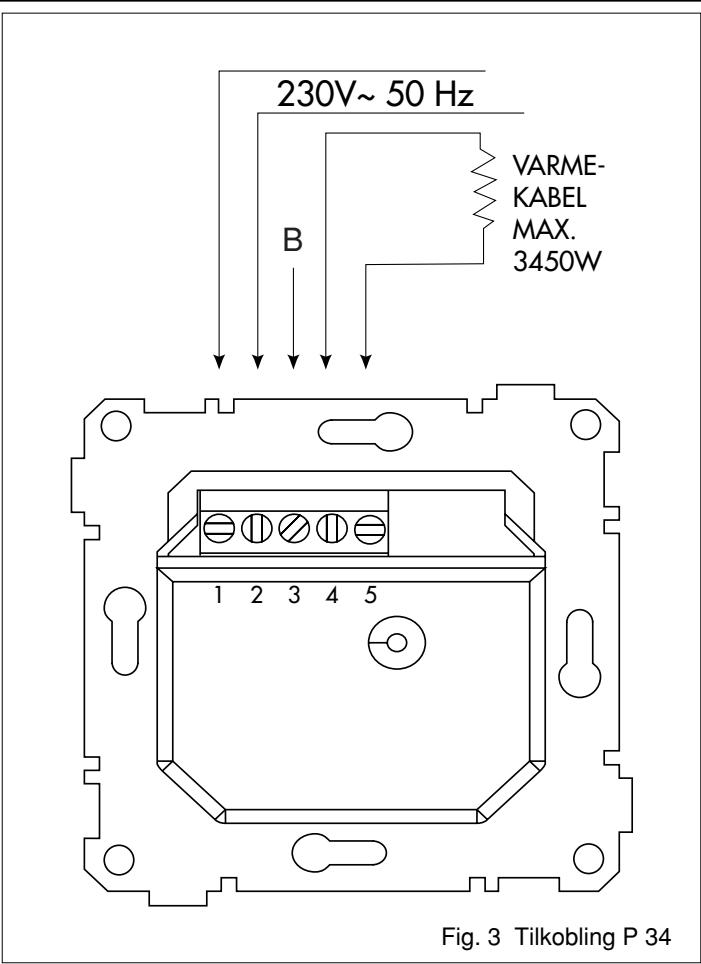

Fig. 3 Tilkobling P 34
3. Tilkobling fra baksiden som koblingsskjemaet viser (Fig. 3) med 5 stk. 2,5 mm² rekkeklemmer. Tiltrekksmomentet må ikke overstige 0,5 Nm.